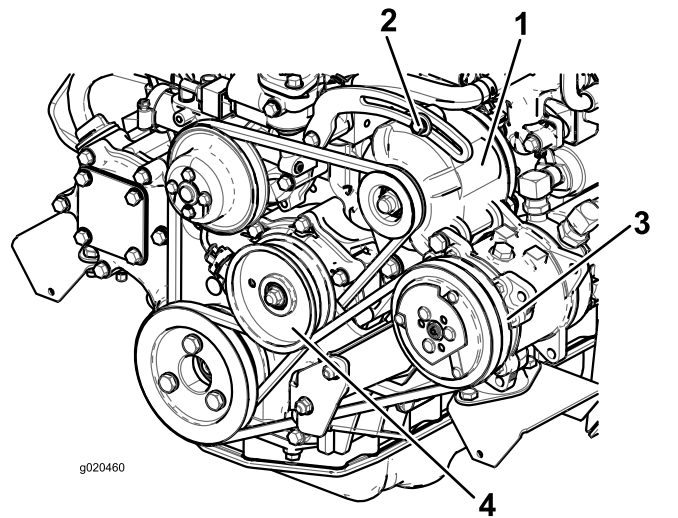

Figura 112
Se la flessione non è di 10 mm, allentate i bulloni di fissaggio dell'alternatore (Figura 112).
- Se la flessione non è di 10 mm, allentate il bullone di fissaggio della puleggia tendicinghia (Figura 112).